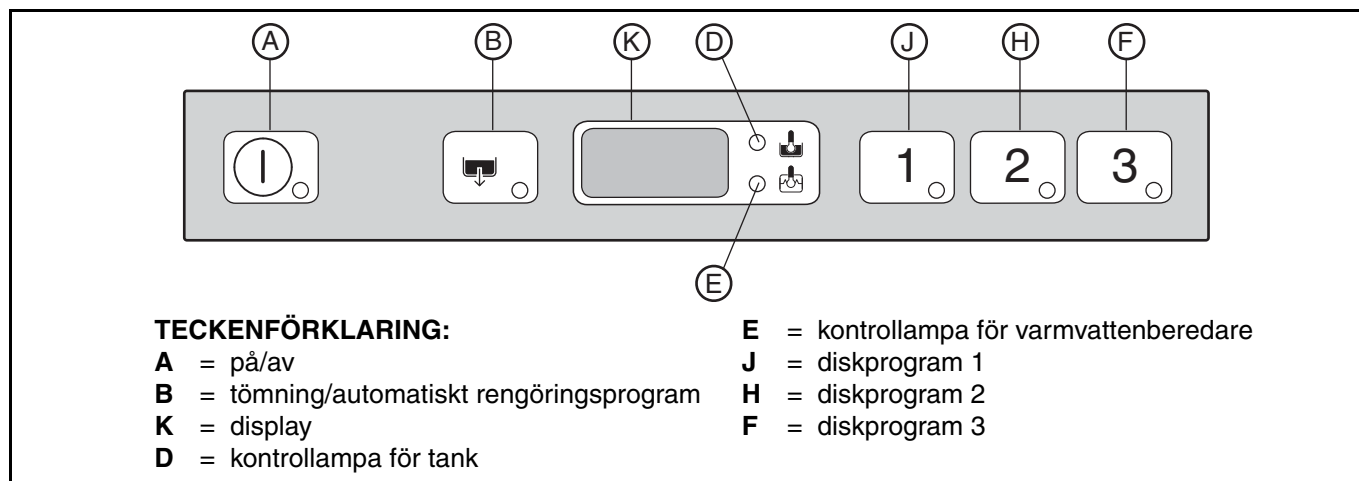

Fig. 20
Kontrollampen för knappen "A" (Fig. 20) tänds och indikerar att diskmaskinen är spänningssatt och att vatten fylls på och värms upp. Texten "FILL" visas på
För visning av temperaturen i varmvattenberedaren vid uppvärmningen av tanken öppnar du luckan och trycker på knappen "J" (Fig. 20).
För lätt smutsad disk: Tryck på knappen "J" (Fig. 20). Se tabellen för tider.
För normalt smutsad disk: Tryck på knappen "H" (Fig. 20). Se tabellen för tider.
För hårt smutsad disk: Tryck på knappen "F" (Fig. 20). Se tabellen för tider.
- Välj rengöringsprogrammet genom att trycka på knappen "B" (Fig. 20).
- Stäng av diskmaskinen med knappen "A" (Fig. 20).